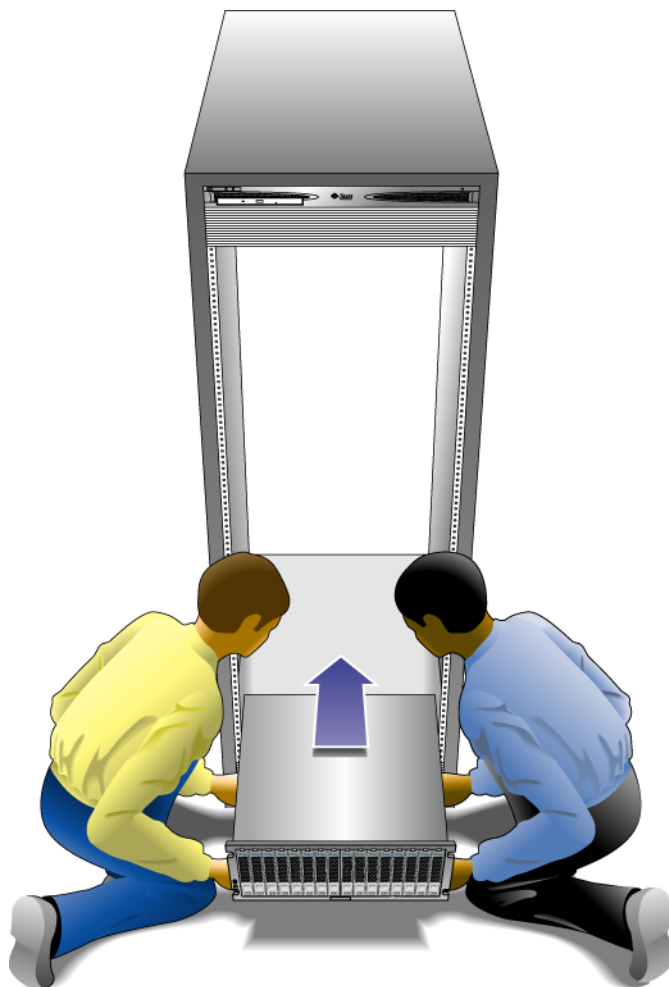

FIGURE 2-30 Mise en place du plateau dans l'armoire
1. À deux, une personne de chaque côté du plateau, soulevez délicatement le plateau et posez-le sur la partie d'appui inférieure des rails gauche et droit (voir FIGURE 2-30).